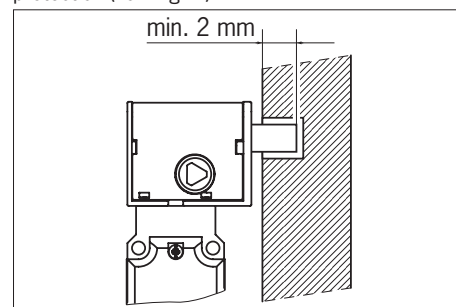

Fig. 1 : Interrupteur de sécurité TK avec interverrouillage
L'activation de l'interverrouillage provoque la sortie du doigt de verrouillage. L'interverrouillage se réalise lorsque le doigt de verrouillage s'insère par exemple dans un renforcement sur le cadre de la porte de protection (voir Fig. 1).
- ▶ Le recouvrement du doigt de verrouillage doit être au minimum de 2 mm (voir Fig. 1).